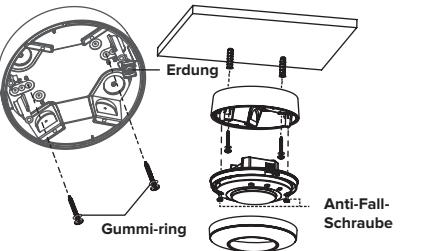

ABB. 13
- Für die Montage an einer Deckenplatte verwenden Sie die 2 runden Ausschnitte im Gehäuse und befestigen das Gehäuse mit den 2 Schrauben mit Gummiringen (ABB. 13).
- Schließen Sie die Verkabelung an und befestigen den Sensor mit den Schrauben zur Absturzsicherung im Gehäuse (ABB. 13).